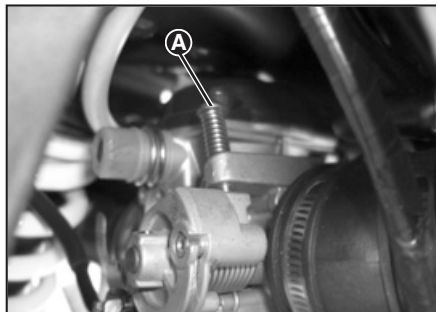

Fig. 1
1. Place the vehicle over a flat surface without loads, with the tyres inflated at the specified tyre pressure and in front of a white screen, at 10 meters of distance, that must be placed under a dark area (fig. 1). Make sure that the vehicle axis is perpendicular to the screen.
1. Stellen Sie das Fahrzeug im normalen Betriebszustand, d. h. ohne Belastung und mit dem vorgeschriebenen Reifendruck, auf eine flache Oberfläche 10 Meter von einer weißen Leinwand entfernt (die Leinwand sollte im Halbdunkeln liegen), siehe Abb. 1. Vergewissern Sie sich, dass die Achse des Fahrzeugs senkrecht zur Leinwand steht.
Ponga en marcha el motor, luego apriete o afloje el tornillo "A" (Fig. 1) para regular el ralenti hasta obtener el régimen mínimo prescrito (1680 ± 100 r.p.m. aproximadamente)